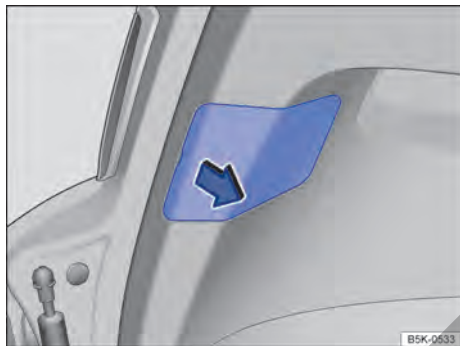

Fig. 166 En el portón del maletero: retirar la tapa.
- ① Tenga en cuenta la lista de comprobación y lleve a cabo las operaciones descritas en ella → pág. 216.
- ② Abra el portón del maletero → pág. 82.
- ③ Desmonte la tapa con cuidado en el sentido de la flecha, si fuera necesario haciendo palanca con la punta plana del destornillador de las herramientas de a bordo → fig. 166.